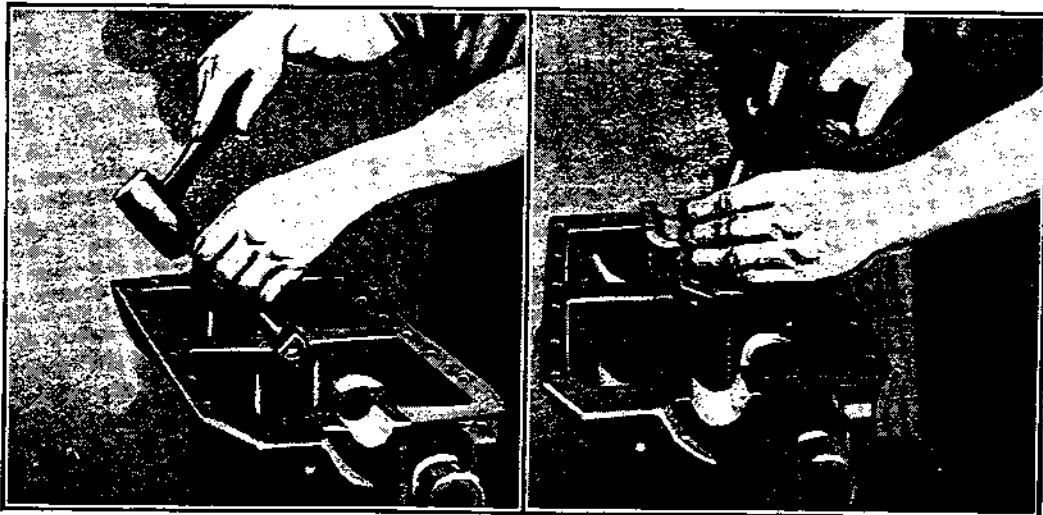

Fig. 152
**232** — Enfoncer le coussinet avec un outil spécial pour qu'il prenne bien la forme du palier. Poser l'outil sur le coussinet et le frapper avec un marteau tantôt d'un côté, tantôt de l'autre. (Voir fig. 152.)